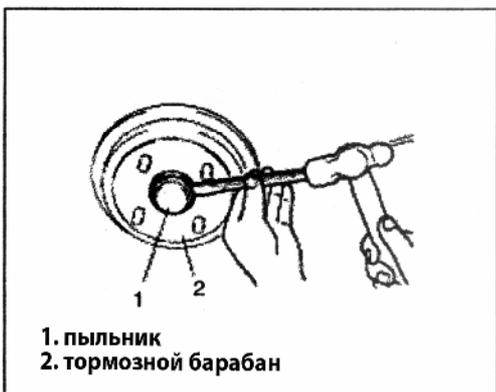

Рис. 659
2) Как показано на рисунке, снимите пыльник, ударьте аккуратно молотком в нескольких местах по кругу, не повредите посадочное место (Рис. 659).